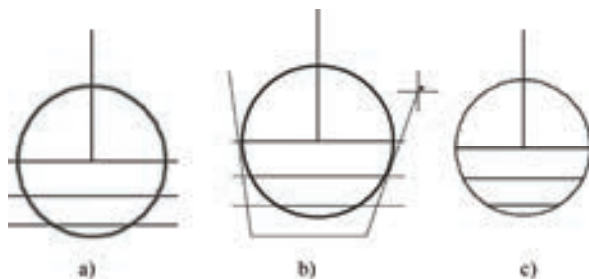

图 4-73 栏选方式选择修剪对象
(3) 栏选(F) 选择此选项时, 系统以栏选的方式选择被修剪对象, 如图 4-73 所示。